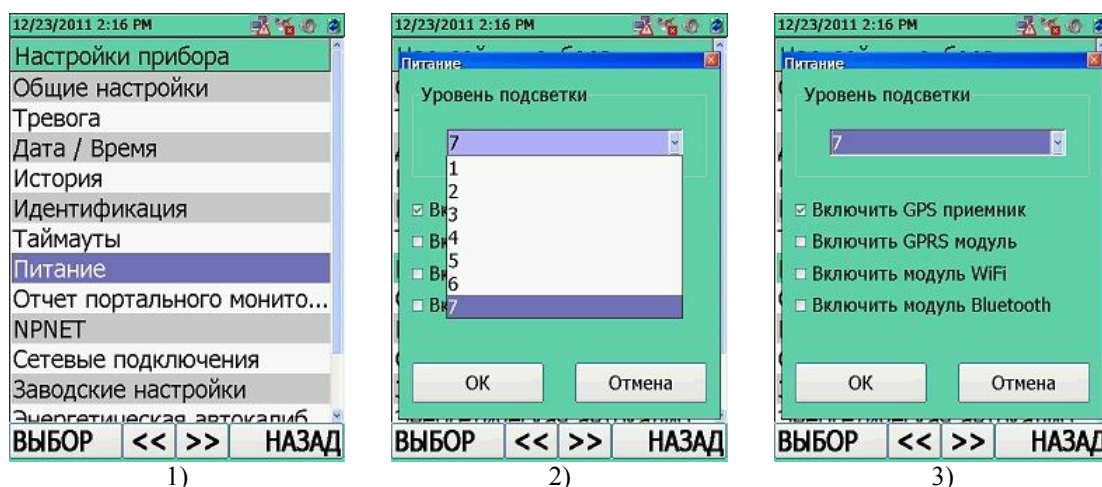

Рисунок 11.33
Для входа в настройки энергосберегающих параметров и модулей коммуникации **"Питание"** необходимо в окне режим настройки параметров прибора **"Настройки прибора"** переместить выделенный маркер на соответствующую строку, рисунок 11.33 (1). Перемещение маркера осуществляется при помощи кнопок джойстика **ВВЕРХ/ВНИЗ**. Подтвердить переход в опцию **"Питание"** необходимо нажатием центральной кнопки джойстика **ВВОД**  или кнопки **ВЫБОР** .
▪ **"Уровень подсветки"**– выбор уровня яркости подсветки ЖКИ прибора, рисунок 11.33 (2). Минимальный уровень – 1, максимальная яркость ЖКИ достигается при уровне 7;
▪ **"Включить GPS Приемник"** – включение/выключение модуля GPS, рисунок 11.33 (3). При включении модуля GPS, в области отображения информационных значков появится статус-картинка спутника, возможно, с перечеркнутым квадратом . В данном случае перечеркнутый квадрат – это информация об отсутствии сигнала на модуль GPS. При получении на модуль GPS со спутника качественного сигнала, символ перечеркнутого
- **"Включить GPRS модуль"** – включение/выключение модуля GPRS, рисунок 11.33 (3);
- **"Включить модуль WiFi"** – включение/выключение модуля Wi-Fi, рисунок 11.33 (3).
- **"Включить модуль Bluetooth"** – включение/выключение модуля Bluetooth, рисунок 11.33 (3).